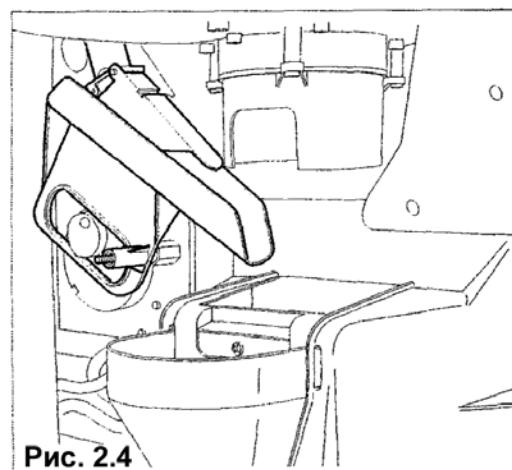

Рис. 2.4
- Редукторный двигатель включается (только мод. BVM971) и с помощью кулачка выполняет перемещение желоба для продуктов, вынуждая сахар высыпаться в стаканчик (рис. 2.4).